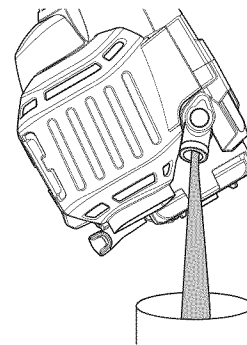

Fig. 23
3. Inclíne la unidad verticalmente para verter el aceite fuera del orificio de llenado de aceite y al interior del recipiente (Fig. 23). Deje bastante tiempo para que se drene completamente.